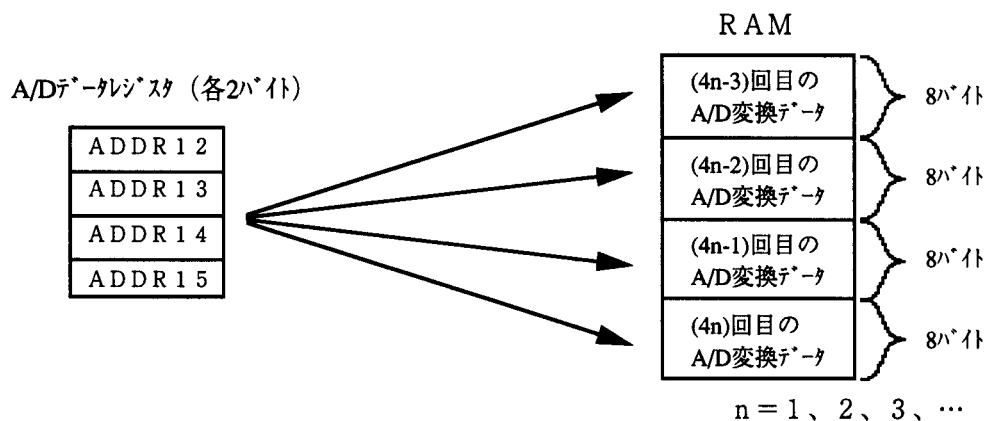

図2 DMACを用いたデータ転送
- (2) 図2に示すようにDMACを用いてA/Dデータレジスタ内の測定結果を、ADDR12～15の8バイト毎に4回（計32バイト）RAMに格納します。